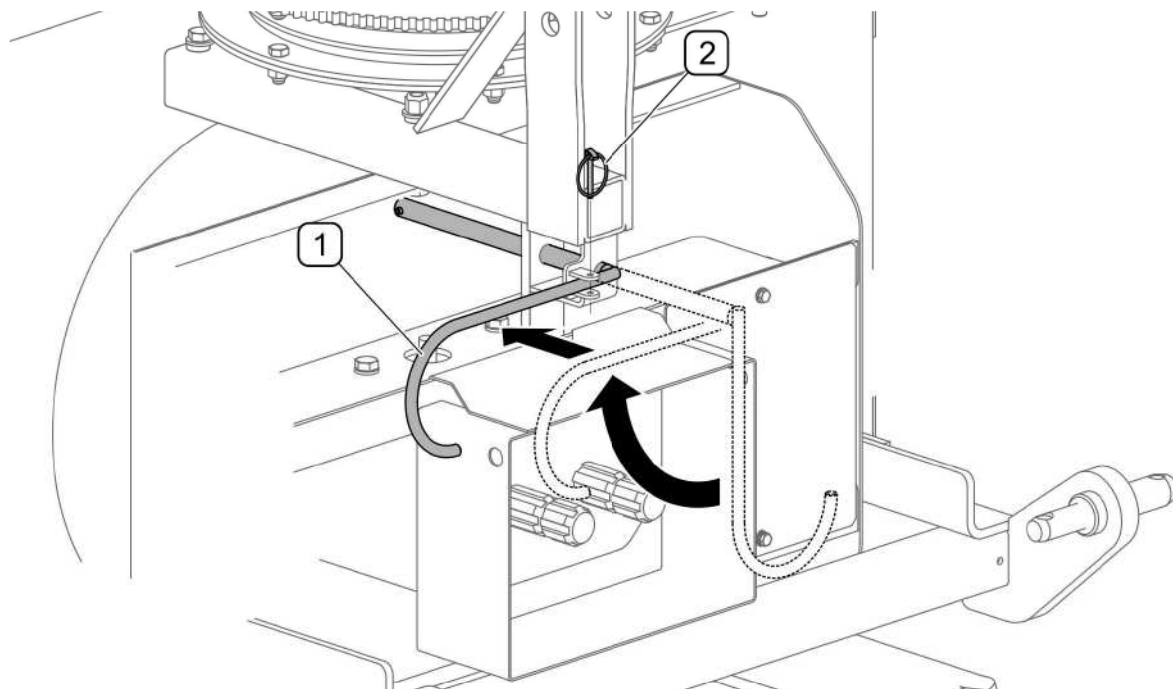

РИСУНОК 4.3 Складная подвеска телескопического карданного вала
Если подсоединенный к машине вал подвешен на специальную подвеску (1), то после подсоединения его к трактору необходимо сложить подвеску в рабочее положение (РИСУНОК 4.3) и зафиксировать чекой (2).